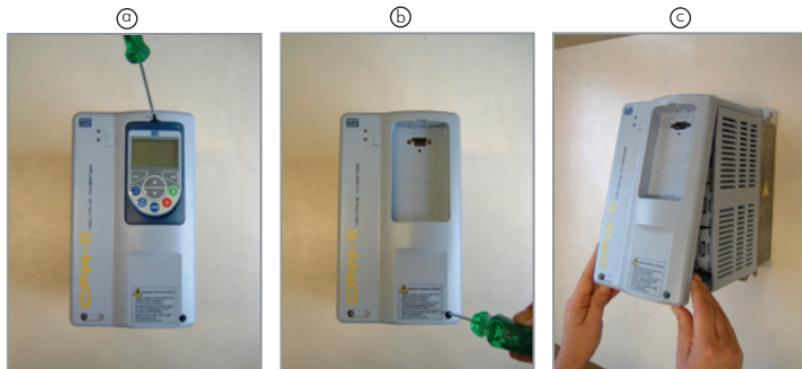

Figura 2: Remoção da tampa frontal
Passo 1 Com o inversor desenergizado, retire a tampa frontal do CFW-11 (figura 2).